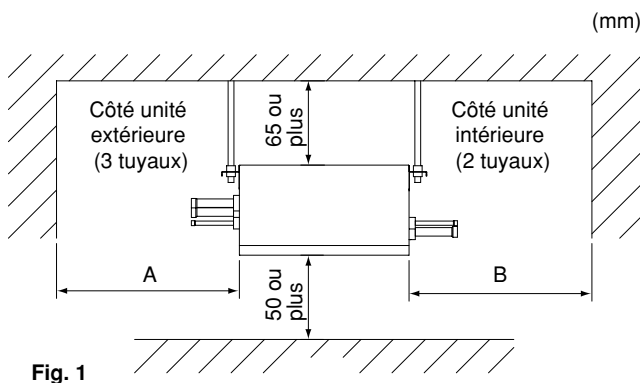

Fig. 1
- Où un espace suffisant pour l'entretien et la réparation peut être assuré. (**Reportez-vous à la Fig. 1**)